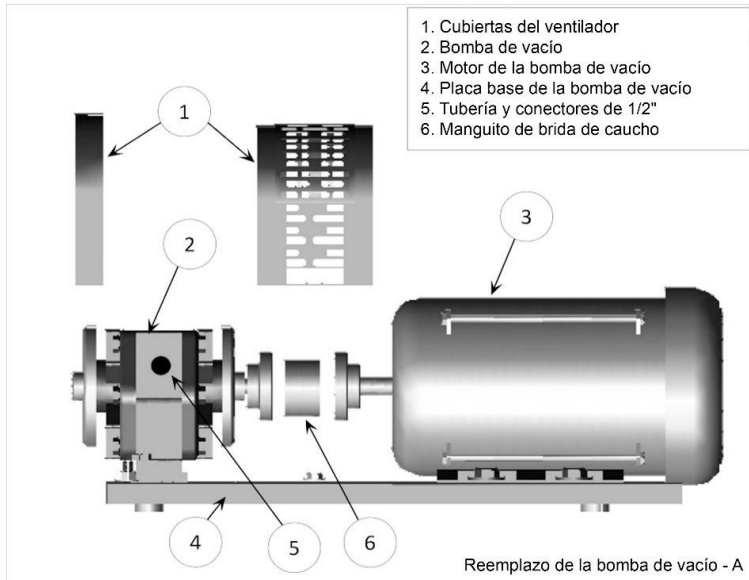

Figura 9-14: Conjunto y componentes de la bomba de vacío
1. Para conocer el conjunto y los componentes de la bomba de vacío, **vea la Figura 9-14.**
1. La bomba nueva vendrá con un acoplador de accionamiento y un buje de goma con brida. **Vea la Figura 9-14.**